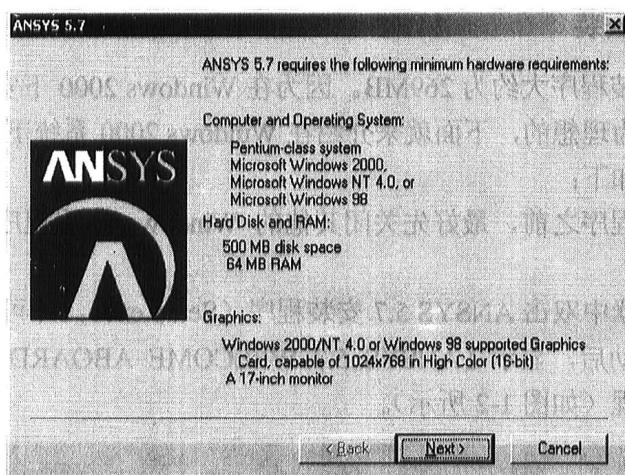

图 1-4 ANSYS 5.7 硬件配置要求对话框
(5) 在图 1-4 中列出了安装 ANSYS 5.7 所需的操作系统和硬件要求，单击“Next>”按钮，进入下一步。